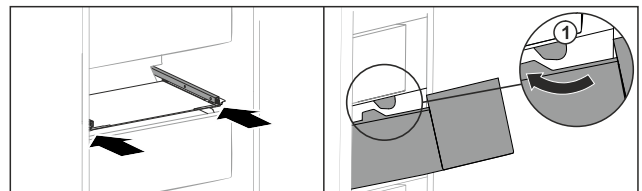

Fig. 208
- ▶ Schubfach um die Stopper Fig. 208 (1) herumführen.